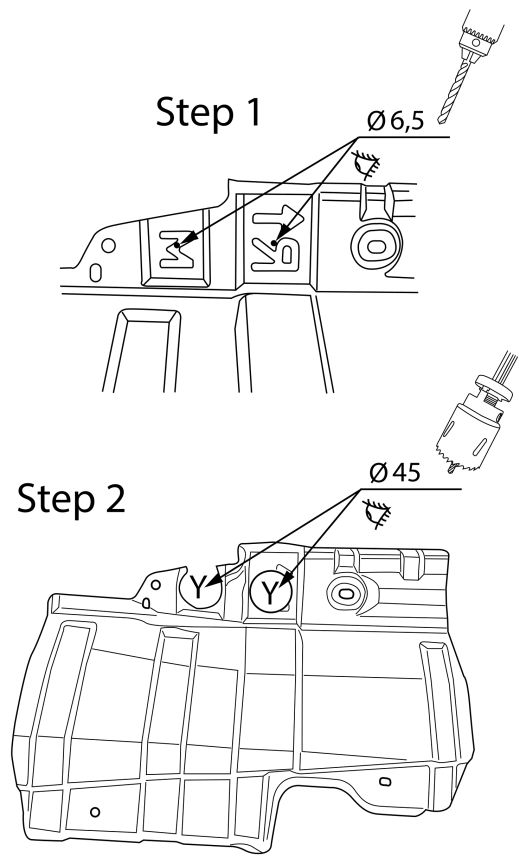

Fig. 2
6. Просверлить отверстия Y диаметром 45 мм насквозь (см. рис. 2).